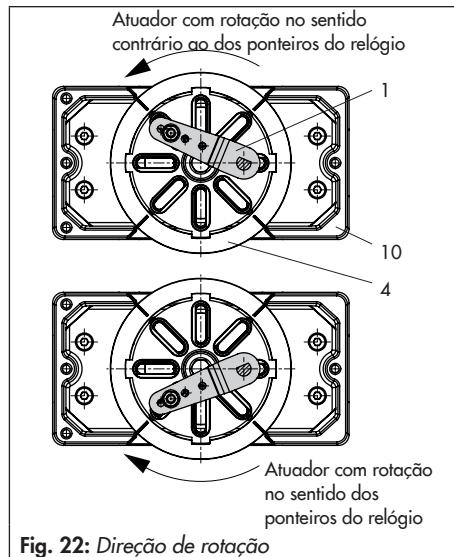

Fig. 22: Direção de rotação
- Coloque o dispositivo de arraste (3) no veio ranhurado do atuador ou do adaptador (5).
- Coloque o disco de acoplamento (4) com o lado plano virado para o atuador no dispositivo de arraste (3). Consulte a Fig. 22 para alinhar a ranhura de modo a corresponder à direção de rotação quando a válvula está na posição fechada.
- Fixe o disco de acoplamento (4) e dispositivo de arraste (3) firmemente no veio do atuador utilizando o parafuso (4.1) e a anilha de pressão (4.2).
- Monte a placa de ligações (6) ou suporte de manómetros (7) com manómetros no posicionador, certificando-se de que os dois vedantes estão corretamente assentes. Os atuadores rotativos sem mola de duplo efeito requerem a utilização de um amplificador invertido no lado da ligação da caixa do posicionador (consulte a secção 5.9).
- Desaperte o pino transmissor standard (2) do braço M (1) do posicionador. Utilize o pino transmissor metálico (\varnothing 5 mm) incluído no kit de montagem e aparafuse firmemente no orifício para a posição do pino 90° .
- Coloque o posicionador no suporte superior (10) e aperte firmemente. Tendo em consideração a direção de rotação do atuador, ajuste o braço (1) de modo a encaixar o pino transmissor na ranhura do disco de acoplamento (4) (Fig. 22). É necessário assegurar que o braço (1) fique paralelo ao lado longo do posicionador quando o atuador se encontra a meio do seu ângulo de rotação.
4. Aperte o disco de acoplamento (4) no veio ranhurado do atuador ou do adaptador (3) utilizando o parafuso (4.1) e a anilha de pressão (4.2).
5. Desaperte o pino transmissor standard (2) do braço M (1) do posicionador. Fixe o pino transmissor ($\varnothing 5$ mm) incluído no kit de montagem para a posição de pino a 90° .
6. Monte a placa de ligação (6) para a ligação $\frac{1}{4}$ G ou suporte de manómetros (7) com manómetros no posicionador, certificando-se de que os dois vedantes (6.1) estão corretamente assentes. Os atuadores rotativos sem mola de duplo efeito requerem a utilização de um amplificador invertido no lado da ligação da caixa do posicionador (consulte a secção 5.9).
8. Coloque o posicionador na caixa (10) e aparafuse firmemente. Tendo em consideração a direção de rotação do atuador, ajuste o braço (1) de modo a encaixar o pino transmissor na ranhura correta (Fig. 22).